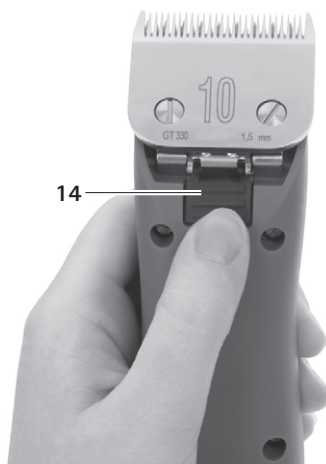

Fig. 3
- Presser le verrouillage de tête de tonte 14, voir Fig. 3.